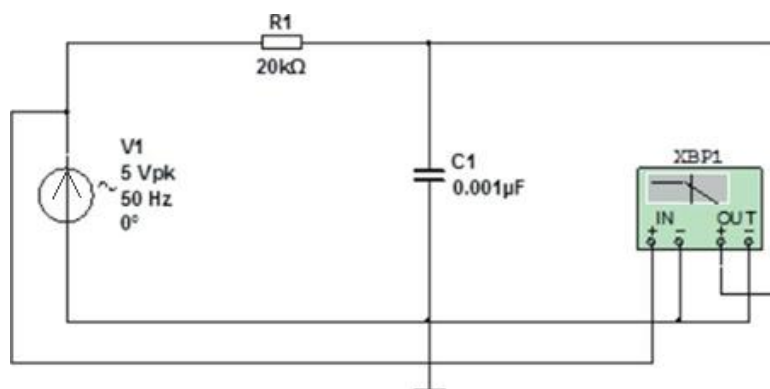

Рисунок 15.21 – Схема для измерения частотных характеристик интегрирующей RC-цепи при помощи плоттера Боде
6.1 Собрать схему интегрирующей RC-цепи (рисунок 15.21).